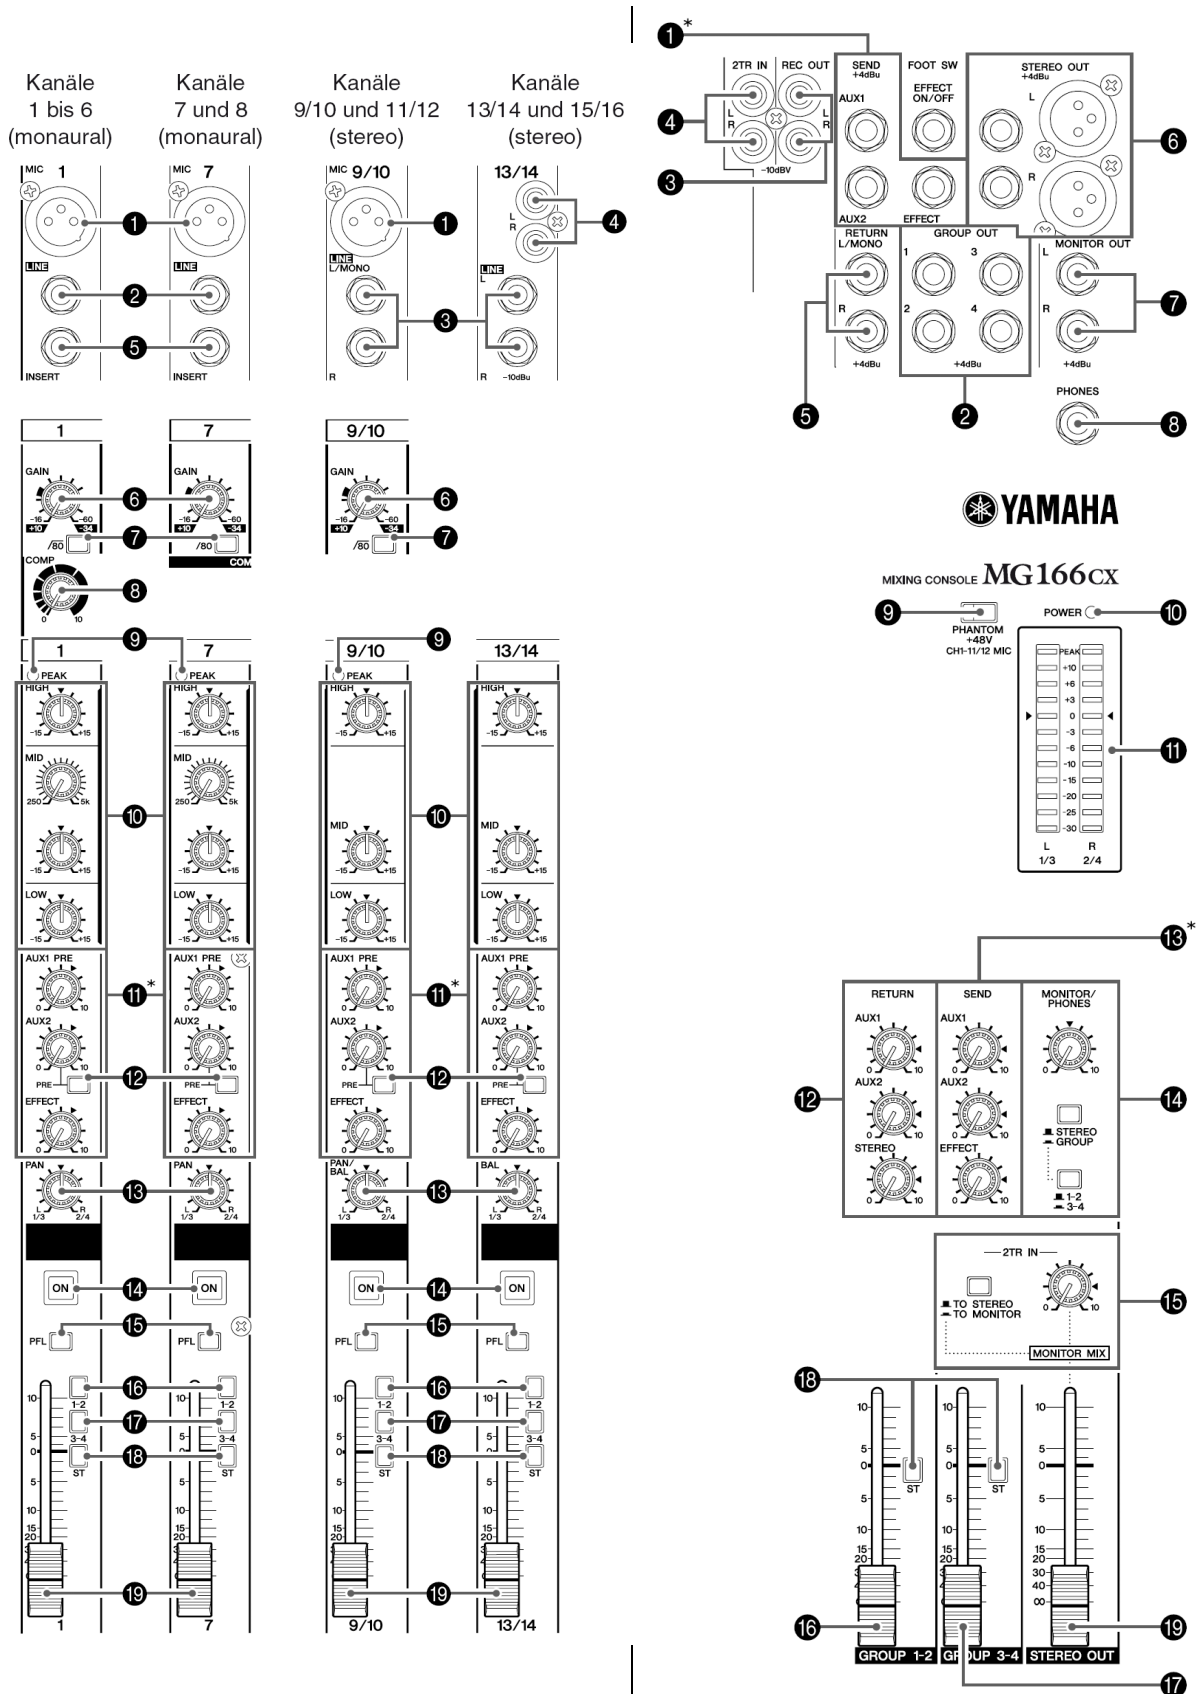

Abb. 14: Die Kanalzüge (links) und der Master-Regler-Bereich (rechts) des Yamaha MG 166c-USB Mischpults
1.4.2.1 Die Kanalzüge Yamaha MG 166c-USB (vgl. Abb.14, S.12)
1.4.2.2 Master-Regler-Bereich Yamaha MG 166c-USB (Vgl. Abb.14, S.12)